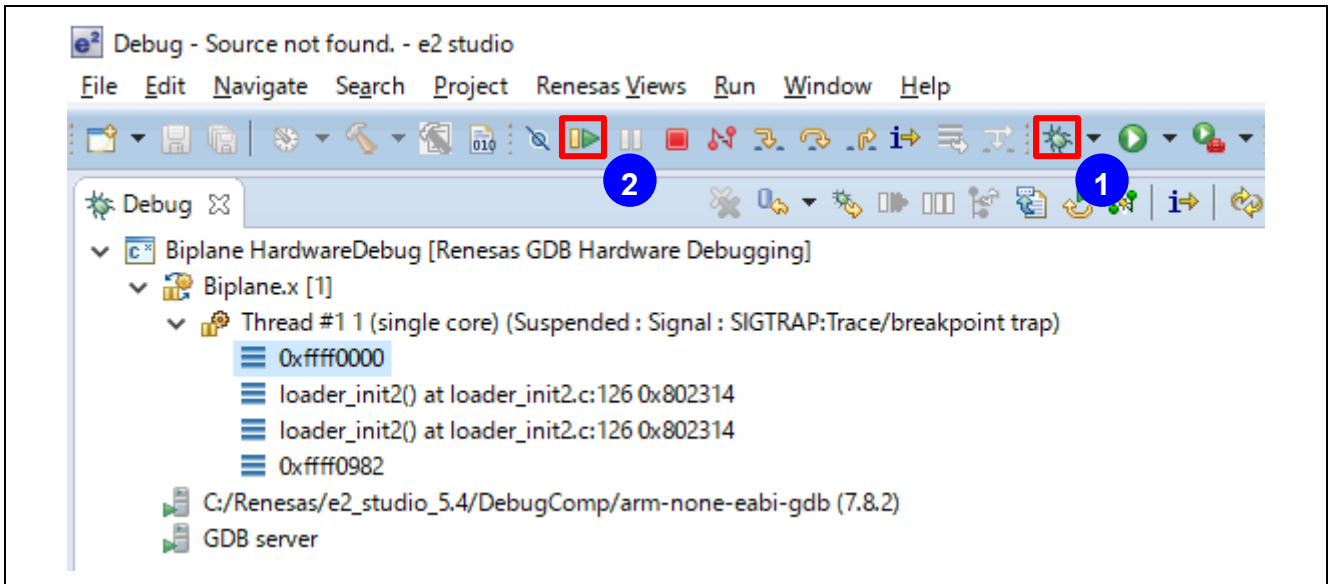

図 3.32 Cortex-R4 プログラム実行開始
3.5.2 章の 2 つのコアのサンプルプロジェクトのビルドが完了したら、Cortex-M3 コア側の e² studio を閉じてください。Cortex-R4 コア側の e² studio 上で、図 3.32 に示すように、「Download and Debug」ボタンをクリックし（図 3.32 の 1）、続けて「Go」ボタンをクリックしてください（図 3.32 の 2）。